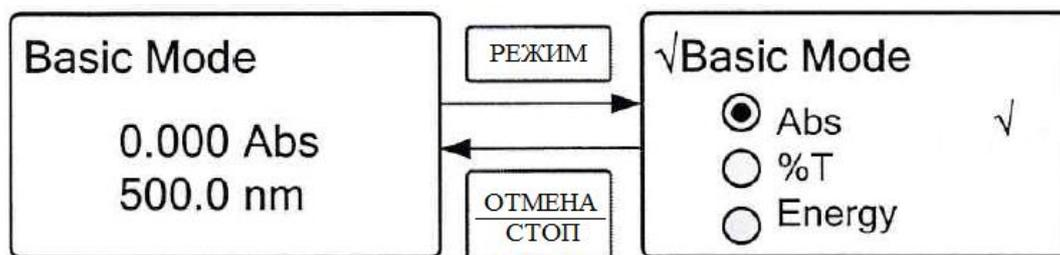

Рисунок 7. Выбор режима измерения
2.4.1.3. Для того чтобы изменить режим работы в рамках текущего метода, нажмите кнопку “РЕЖИМ”, с помощью кнопок “▲”, “▼” установите курсор напротив требуемого режима “Abs” или “%T”. Подтвердите выбор кнопкой “ВВОД/СТАРТ” и вернитесь в меню измерений нажатием кнопки “ОТМЕНА/СТОП” (рис. 7)